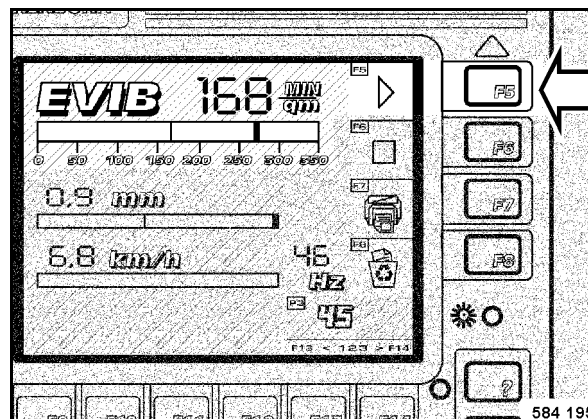

Fig. 118
- El campo de control en la izquierda de F5 (Fig. 118) emite luz verde.